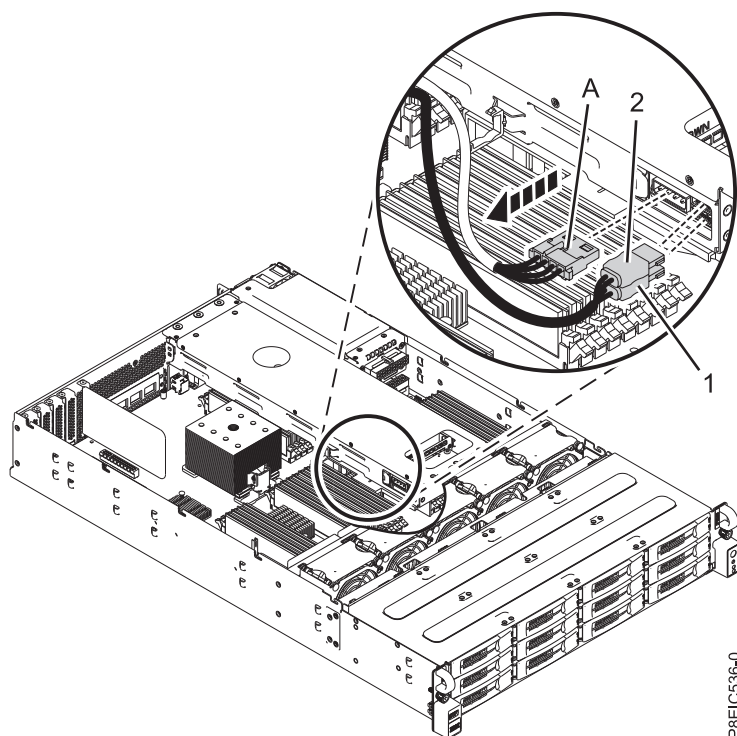

図 18. 電源ケーブルと信号ケーブルの取り外し
4. 背面ドライブ・トレイ・アセンブリーから電源ケーブル (A) と 2 つの信号コネクタ (1) と (2)を切り離します (図 18 を参照)。